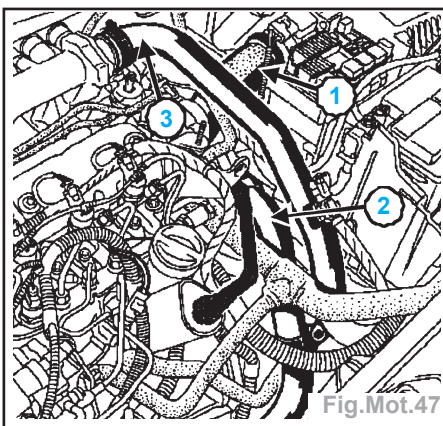

Fig.Mot.47
- Débrancher (Fig.Mot.47) :
- le tuyau d'air (1),
- le conduit d'air (2) sur le turbocompresseur,
- le conduit d'air (3) sur le collecteur d'admission.